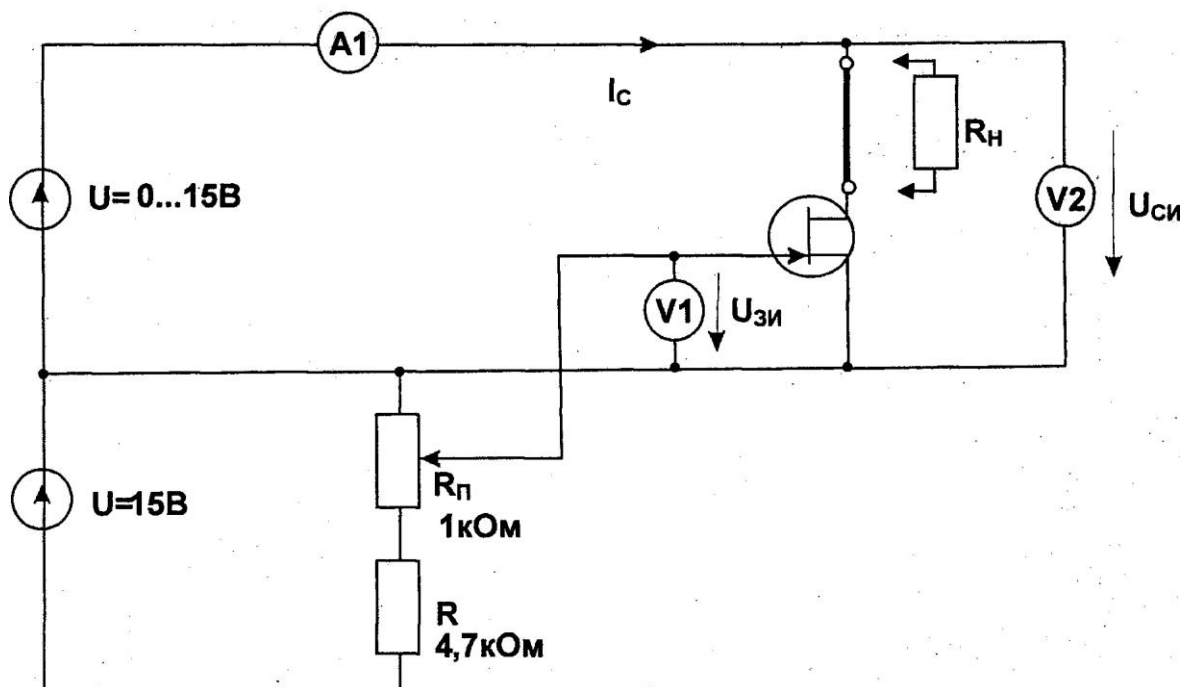

Рис. 6.4.1
- Соберите цепь согласно схеме (рис.6.4.1) сначала без нагрузочного сопротивления R_H .